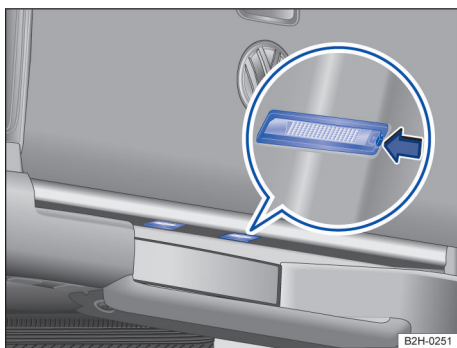
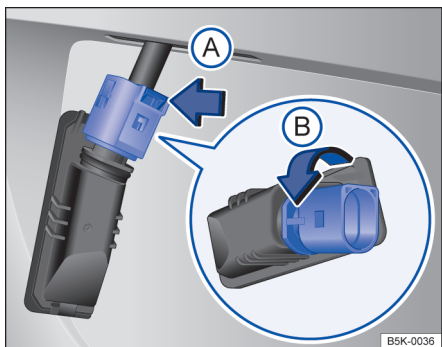

Fig. 155 Na chapa terminal traseira embaixo da tampa do compartimento de carga: lanternas da placa de licença.
Fig. 156 Lanterna da placa de licença: desinstalar o suporte da lâmpada.
Legenda para Fig. 155 e Fig. 156:
- ① Observar e executar a lista de controle → Página 206.
- ② Pressionar com uma chave de fenda no entalhe da lanterna da placa de licença na direção da seta → Fig. 155 (seta).
- ③ Puxar a lanterna da placa de licença um pouco para fora.
- ④ Pressionar sobre o travamento do conector no sentido da seta e remover o conector → Fig. 156 (A).
- ⑤ Girar o suporte da lâmpada no sentido da seta e retirar com a lâmpada incandescente → Fig. 156 (B).
- ⑥ Substituir a lâmpada incandescente queimada por uma lâmpada incandescente nova do mesmo modelo.
- ⑦ Encaixar o suporte da lâmpada na lanterna da placa de licença e pressionar no sentido contrário ao da seta até o batente → Fig. 156 (B).
- ⑧ Encaixar o conector no suporte da lâmpada.
- ⑨ Introduzir a lanterna da placa de licença cuidadosamente na abertura do para-choque. Atentar para a correta direção de instalação da lanterna da placa de licença.
- ⑩ Pressionar a lanterna da placa de licença no para-choque até que encaixe de forma audível.